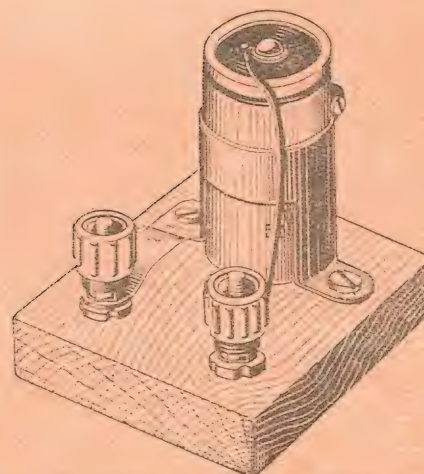

Рис. 4.
4. Два электролитических конденсатора емкостью 10 мкф (рис. 4). Рабочее напряжение — 450 в. Обозначение — C_1 .